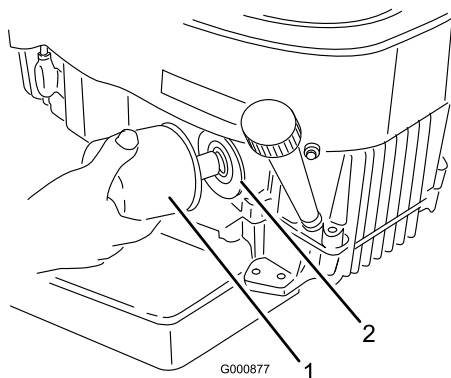

Bild 26
2. Entfernen Sie den alten Filter (Bild 26).
4. Drehen Sie den Austauschfilter auf den Anbaustutzen auf. Drehen Sie den Ölfilter nach rechts, bis die Gummidichtung den Anbaustutzen berührt. Ziehen Sie ihn dann um eine weitere 3/4 Umdrehung fester (Bild 26).